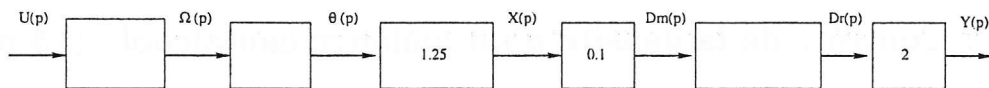

FIGURE 3 – Diagramme fonctionnel du processus en boucle ouverte
Une ébauche du schéma fonctionnel du procédé en boucle ouverte est donnée sur la figure 3 avec :
- 3) Reproduire sur votre copie et compléter le schéma fonctionnel de la figure 3.